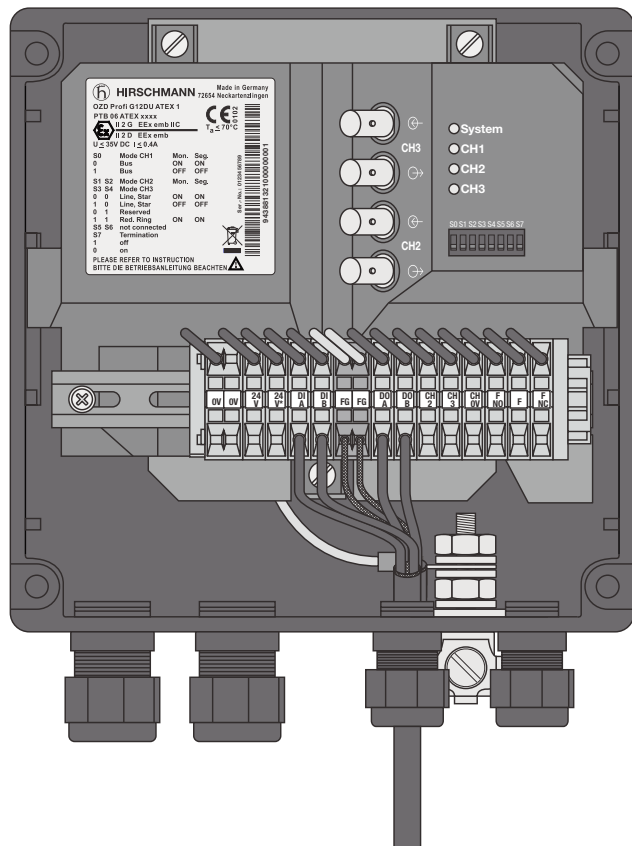

Fig. 23 : Passage des câbles de bus électriques dans le cas du OZD Profi G12DK ATEX 1 (OZD Profi ... DE ... : similaire)
- Introduisez les câbles des deux lignes RS 485 de OZD Profi G12DK ATEX 1 et de OZD Profi G12DE ATEX 1 dans les deux entrées de câble (avec presse-étoupe PG) comme le montre la figure 23.